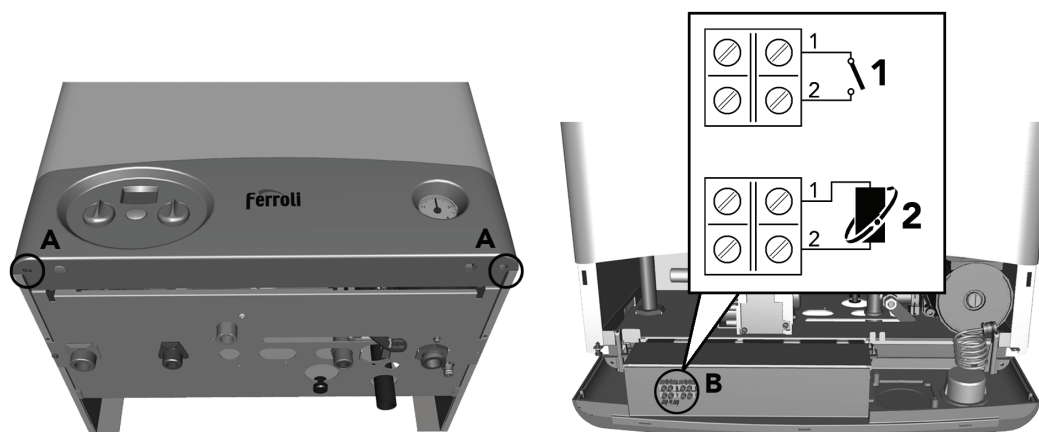

рис. 8 - Доступ к клеммной коробке
Для доступа к клеммной коробке, к которой следует подключать термостат температуры воздуха поз.1 в помещении fig. 8 или устройство дистанционного управления с таймером поз.2 fig. 8, выполните следующие операции:
1. Отвинтите оба винта "А" (fig. 8)
3. Разверните панель управления. (fig. 8)
Теперь открыт доступ к клеммной коробке "В" (fig. 8)